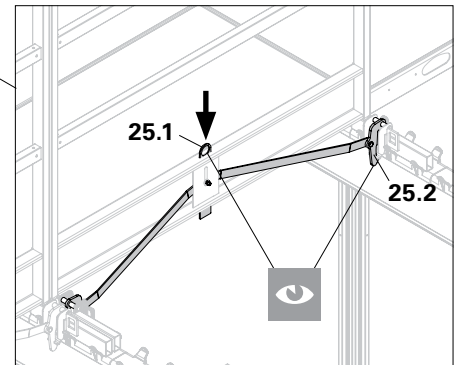

Fig. A8.05
Se o olhal não estiver completamente para baixo, pressionar o olhal (25.1) para baixo pisando-o. (Fig. A8.05)
- Os ganchos fecham nos dentes da viga principal? (Fig. A8.05)